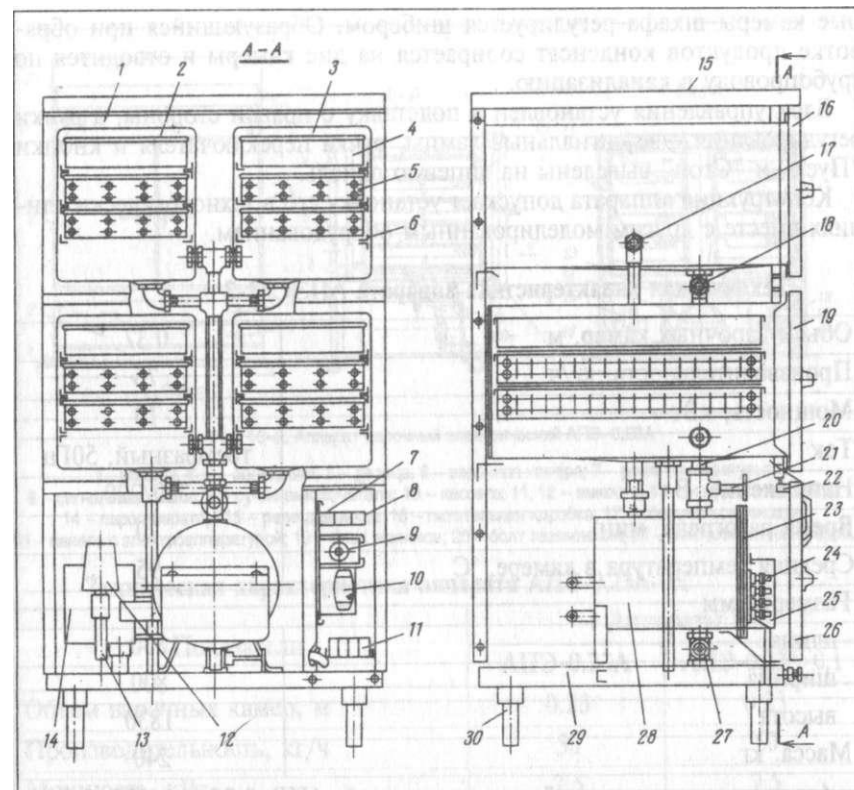

Рис. 10-1. Аппарат пароварочный электрический секционный модулированный АПЭСМ-2
*Аппарат пароварочный электрический секционный модулированный АПЭСМ-2.* (рис. 10-1) предназначен для варки на пару мяса, рыбы, овощей, а также для подогрева различных кулинарных изделий.